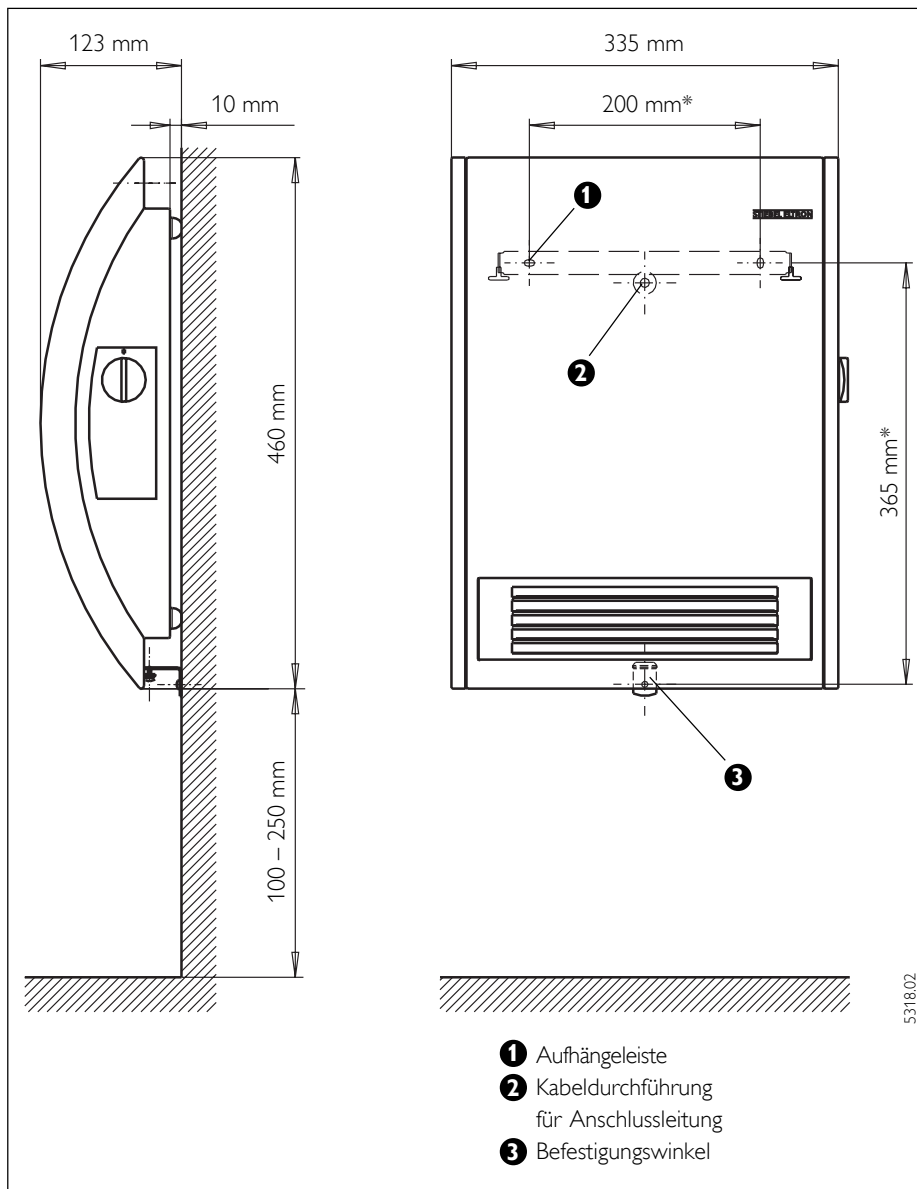

Abb. 8 / Fig. 8 / Afb. 8
Für die Befestigung des Schnellheizers wird zunächst die mitgelieferte Aufhängeleiste ① – Schlitz nach oben – rechts und links mit den Befestigungsschrauben (2 Stück Holzschrauben) im Abstand 200\* (siehe Abb. 8) waagrecht an die Montagewand geschraubt. Dazu werden geeignete Befestigungsdübel verwendet. Mit dem horizontalen und vertikalen Langloch in der Aufhängeleiste ist ein Ausgleich beim Verlaufen der Befestigungsbohrung möglich. Der Schnellheizer wird so an die Aufhängeleiste gehängt, dass die beiden oben in der Rückwand herausgestellten Gauben in die Schlitzlöcher der Aufhängeleiste eingreifen. Unten wird das Gerät durch eine Schraube gegen unbeabsichtigtes Abhängen gesichert. Dazu muss der lose mitgelieferte Befestigungswinkel ③ von hinten in die Rückwand eingehängt werden. Der sich ergebende Wandabstand von 10 mm darf auf keinen Fall verringert werden.
Fix the mounting bracket to the wall and hang the heater onto the lugs. The supplied angle bracket **3** should be located at the base of the unit (see Fig. 8). A minimum clearance of 10 mm must be maintained from the wall.
Pour la fixation du convecteur soufflant, visser la barrette d'accrochage **1** horizontalement au mur, rainures vers le haut, à l'aide des deux vis de fixation (entr'axe de perçage: 200 mm) voir fig. 8.
Voor de montage van het snelverwarmingsapparaat wordt eerst de bijgeleverde ophangrail **1** – sleuven naar boven – aan de rechter- en linkerzijde d.m.v. de bevestigingsschroeven (2 houtschroeven) op een afstand van 200 mm (zie afb. 8) horizontaal aan de montagewand vastgeschroefd. Daarvoor worden bijpassende bevestigingspluggen gebruikt. Door het horizontale en verticale langwerpige gat in de ophangrail kan het verspringen van het bevestigingsgat worden gecorrigeerd. Het snelverwarmingsapparaat wordt zodanig aan de ophangrail opgehangen dat de beide in de achterwand uitstekende grijpers in de sleuven van de ophangrail passen. Aan de onderzijde wordt het toestel door een schroef ondersteund zodat het stabiel blijft hangen. Daartoe moet de los bijgeleverde winkelhaak **3** aan de achterzijde in de achterwand worden gehangen. De daaruit voortvloeiende wandafstand van 10 mm mag in geen enkel geval worden verkleind.